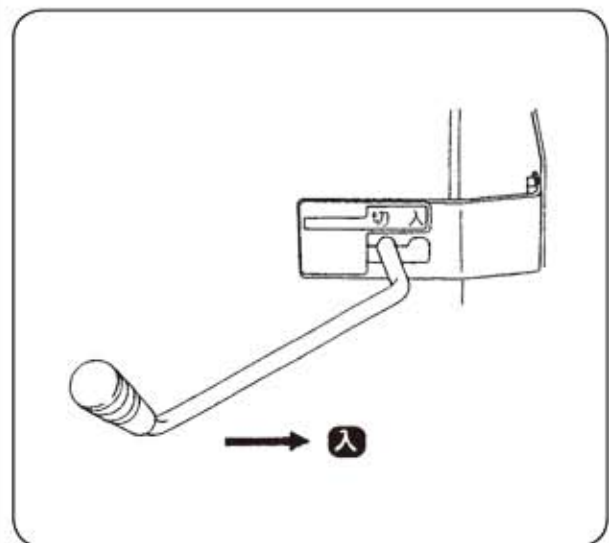

図22
- ③掘取刃チェンジレバーを【入】にします。（図22）
- ④主変速チェンジレバーを【低】に入れます。
- ⑤エンジン回転を少し上げて、主クラッチレバーを【入】にします。2～3 m前進させて、掘り取り深さが適当か確認してください。